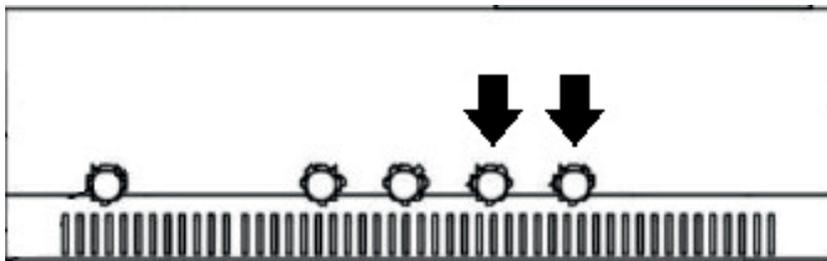

Figura 2
C. Para ajustar a abertura dos blocos de aquecimento, utilize os manípulos destacados. (figura 2)